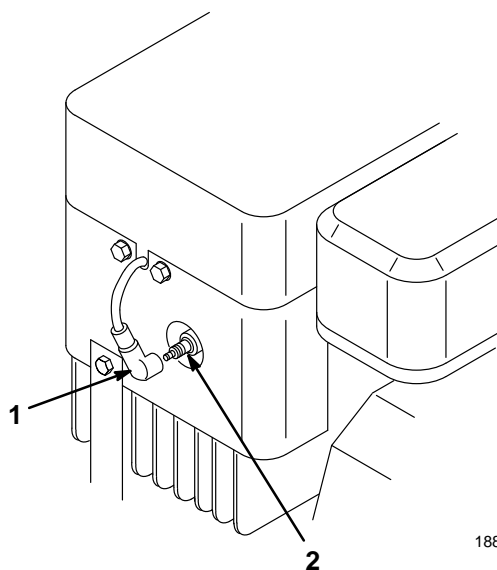

Abbildung 22
3. Zündkerzenstecker von der Zündkerze abziehen (Abb. 22). Nun den Bereich um die Zündkerze reinigen, damit kein Schmutz in den Motor gelangen und ihn beschädigen kann.
3. Das Kabel auf die Zündkerze drücken (Abb. 22).